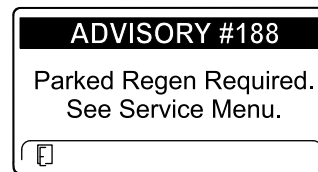

Bild 19
- Eine geparkte Regenerierung ist erforderlich, ADVISORY #188 (Bild 19)